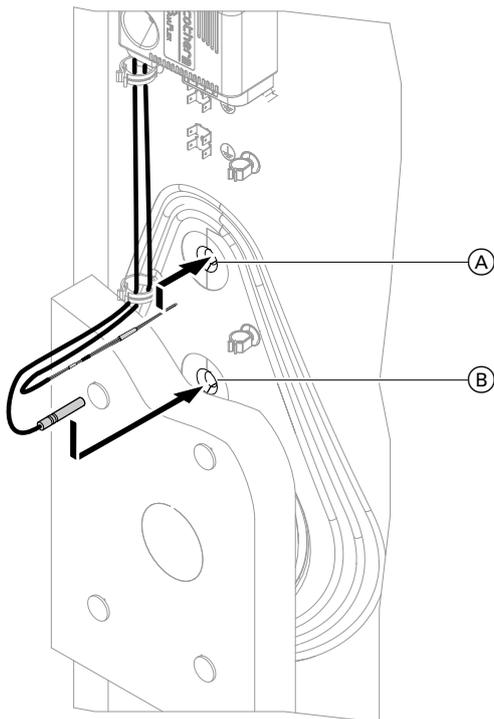

Abb. 19
Für einen höheren Bedarf an Warmwasser ist es möglich, das Zapfprofil von L auf XL umzustellen. Dafür wird der werkseitig eingebaute Speichertemperatursensor aus Tauchhülse (A) entfernt und in Tauchhülse (B) eingebaut, siehe Abb. 19